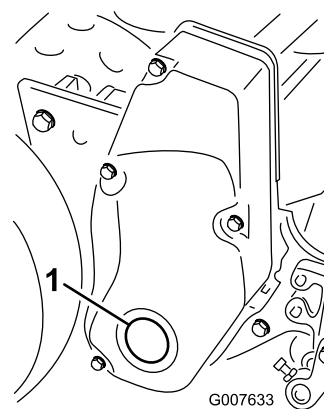

Рисунок 58
1. Снимите пробку с крышки правого привода барабана (Рисунок 58).